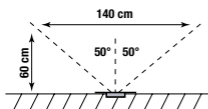

fig.2
b. Horizontaal en verticaal detectiebereik (fig.2)